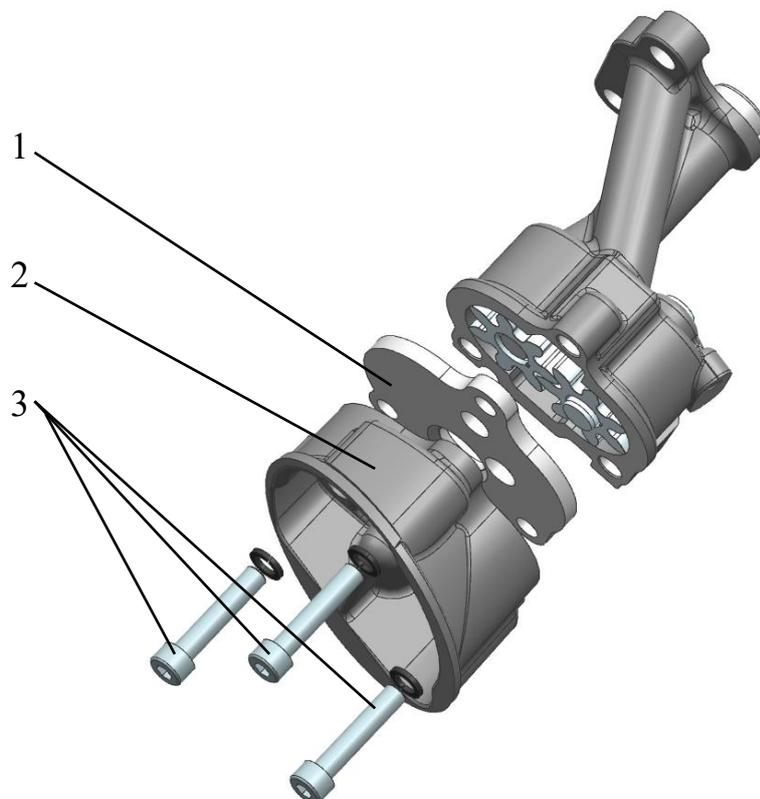

Рис.98. Снятие приемного патрубка масляного насоса:
- отвернуть три винта, снять приемный патрубок и перегородку (рис.98);